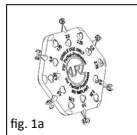

fig. 1a
■ **Fig. 1a, 1b/2** Sizer disken (Fig. 1a, 1b) til partial-proteser har seks satellitformet anbragte individuelle sizere af forskellig længde (2,0 - 4,5 mm). Den relevante længde er angivet på bagsiden af hver sizer (Fig. 2). Udsparingerne og borerne tjener til reduktion af vægten, samt til bedre oversigt ved udførelse af målingen i mellemøret.